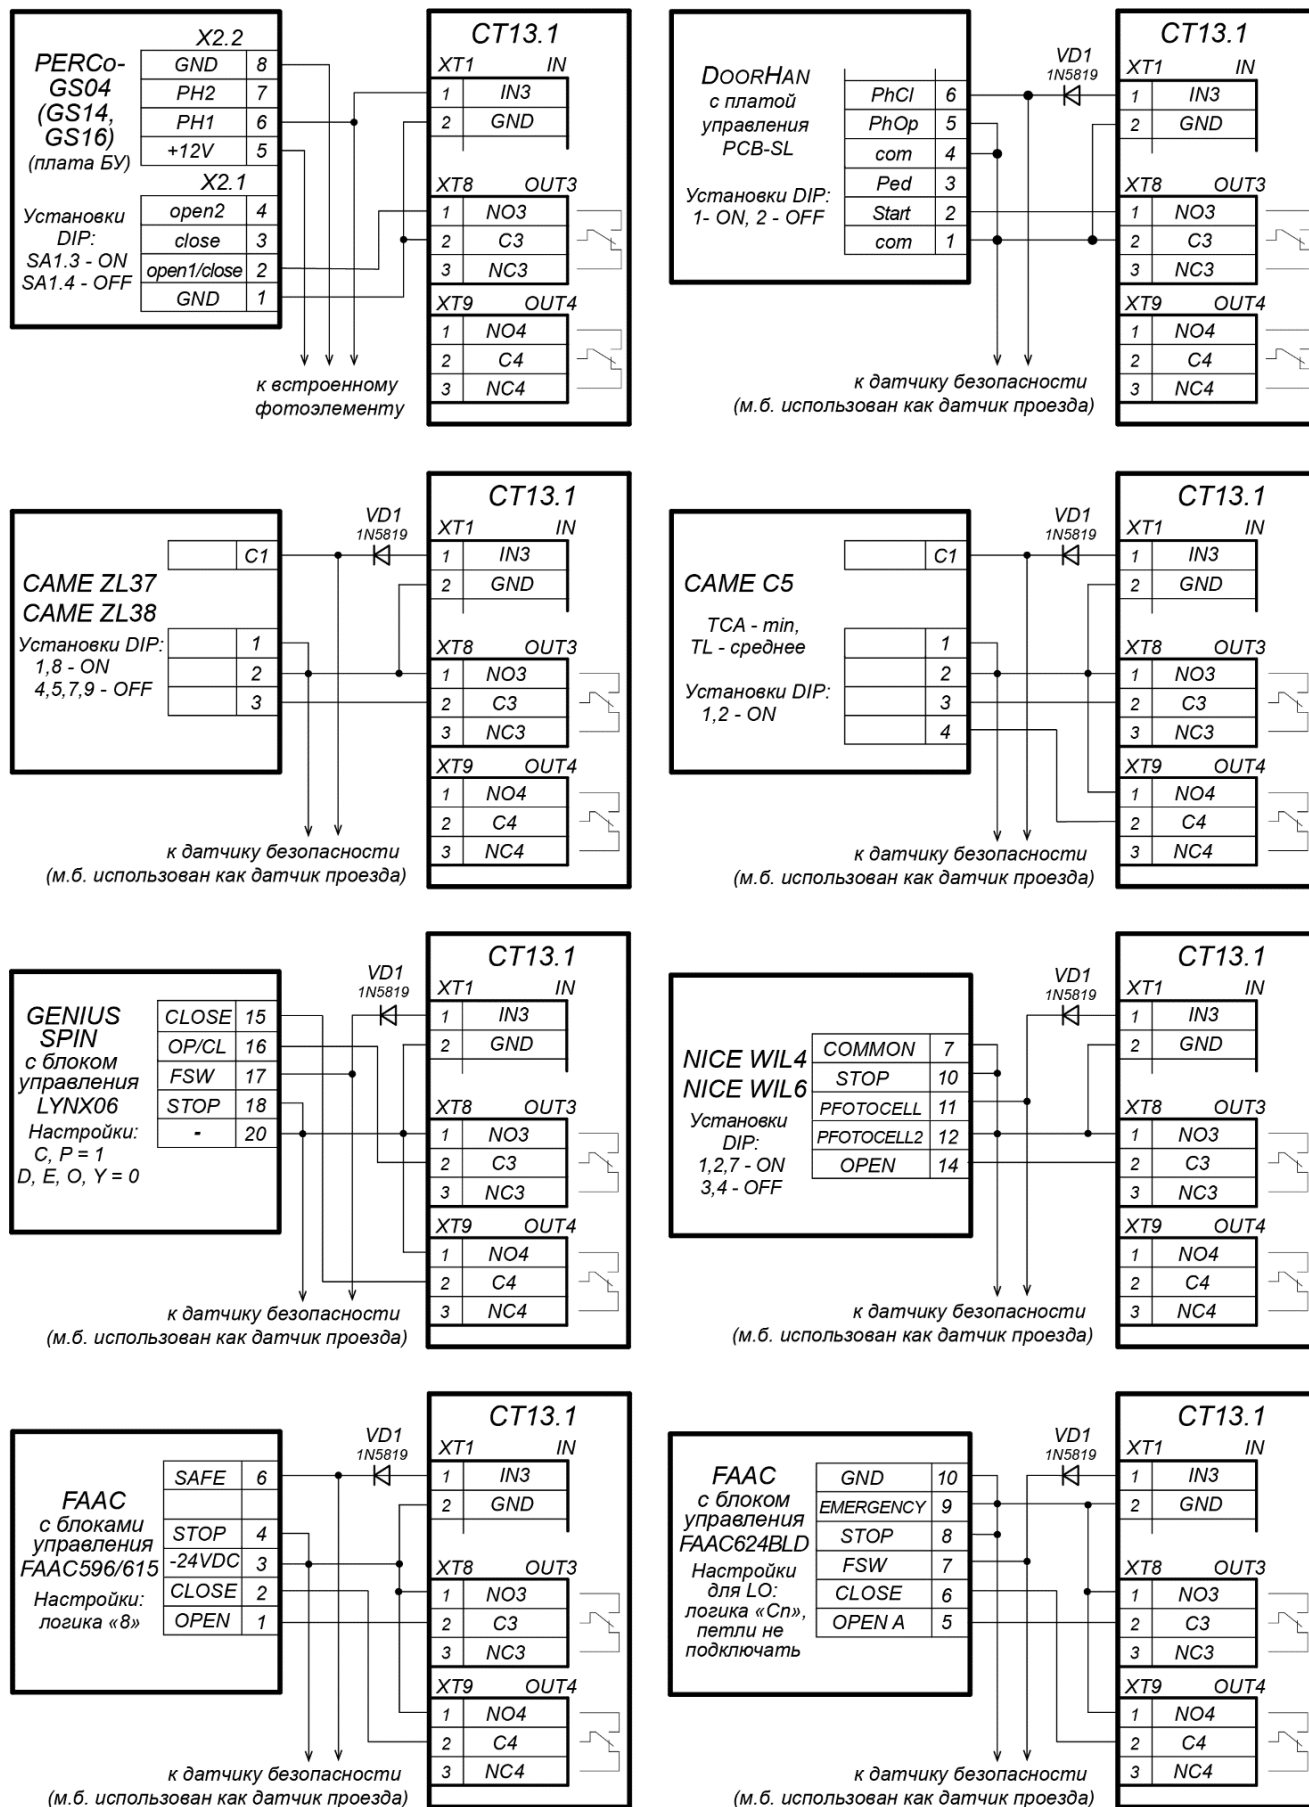

Рисунок 20. Примеры схем подключения шлагбаумов к контроллеру АТП
- Типовые схемы подключения ИУ АТП представлены на рис. 20.